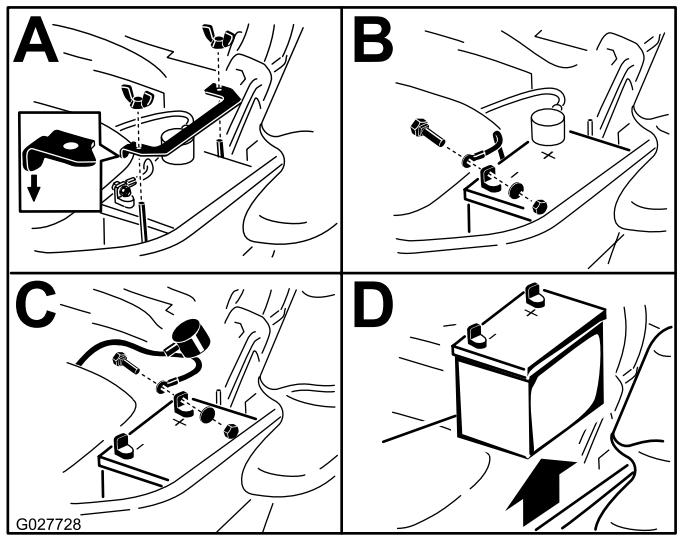

Figura 55
- Retire la batería según se muestra en Figura 55.